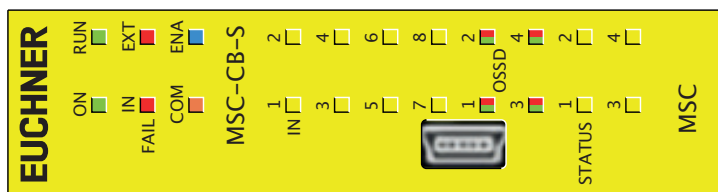

Figura 29:
8.4.2. Módulo básico MSC-CB-S (Figura 29)